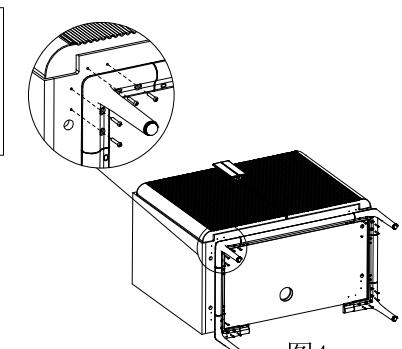

图4
③如图4，在落地式台盆柜底板预留的螺钉孔位安装支脚（注意长装饰条在门板一侧）。
④安装完支脚后，移动长、短装饰条使左右间隙均匀，然后拧紧M3螺丝固定装饰条。（注：如果不按先安装支脚再固定装饰条，可能出现支脚的孔位与底板孔位偏差，导致无法安装或螺钉歪斜，影响产品强度。）